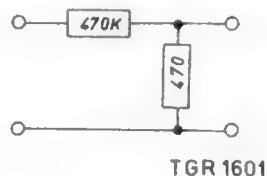

Fig. 45
- Voer via een spanningsdelers, zie fig. 45, een signaal van 1000 Hz toe aan de diode respectievelijk microfooningang BU1, punt 1 en 4.